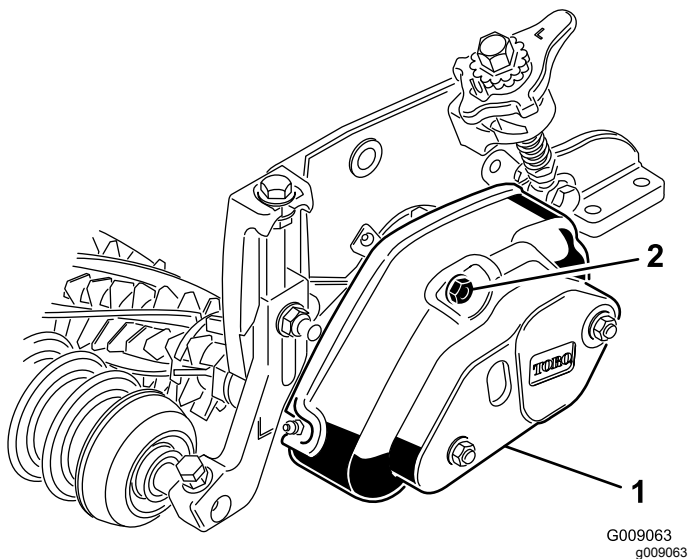

図 20
1. グルーマカバー取り付けナット2個を外して、カバーを外す図 20。